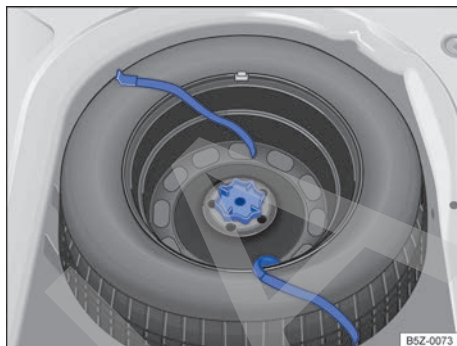

Fig. 140 En el maletero: palanca para fijar la rueda de emergencia.
- Girar totalmente la manivela ubicada en el medio de la rueda de emergencia → fig. 140 en sentido antihorario y desmontar la rueda de emergencia.